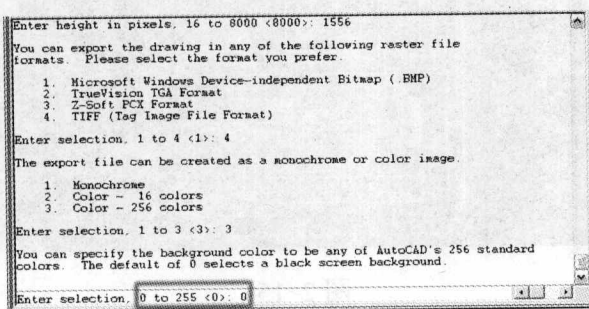

图 2-8
(7) 在下面的提示行中选择输出图像的颜色，系统提供了 0—255 级参数，如图 2-8 所示。在“Enter selection”提示行后输入 0，然后按【回车】键确定。